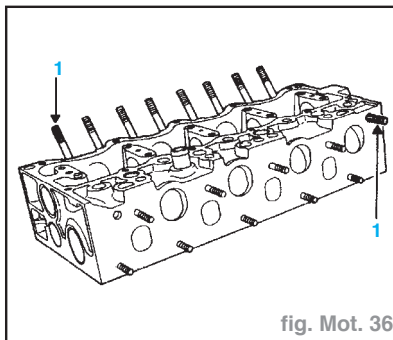

fig. Mot. 36
- Équiper la culasse neuve des goujons de fixation (1) des collecteurs (fig. Mot. 36).
- Mettre en place des soupapes neuves (3), les roder légèrement sur leur siège respectif.
- Bien nettoyer et repérer ensuite toutes les pièces, puis procéder au remontage (fig. Mot. 36).